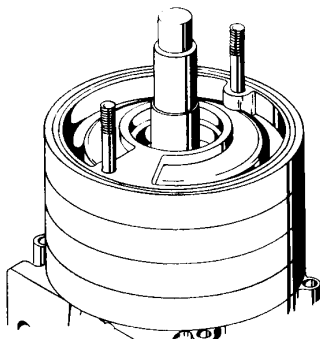

Figura 4-13
17. Para terminar el montaje de la segunda etapa, instale un anillo derecho del canal (# 9) haciendo frente hacia abajo hacia el impeller.(refer para figura 4-13) que la abertura pequeña de la descarga debe estar en los "siete hora" de la posición.